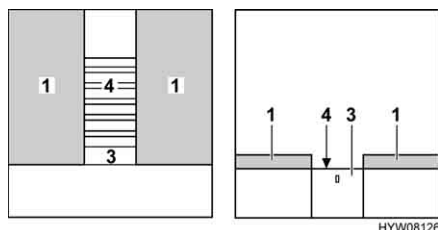

Fig. 67 Durante la trasformazione
- Estrarre completamente il telaio portamaterasso (Fig. 67,4). A tal fine estrarre la base estraibile (Fig. 67,3).